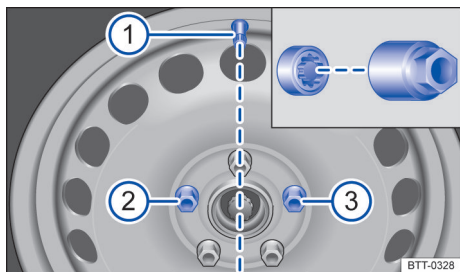

Fig. 242 Troca de roda: válvula do pneu ① e locais de instalação do parafuso de roda antifurto ② ou ③.
- Parafusar o parafuso da roda antifurto na posição → Fig. 242 ② ou ③.
- A calota integral da roda deve ser pressionada sobre o aro, de modo que o recorte da válvula se posicione sobre a válvula do pneu → Fig. 242 ①.
O parafuso de roda antifurto deve estar aparafusado em uma roda com calota integral na posição → Fig. 242 ② ou ③ em relação à posição da válvula do pneu ①. Do contrário, a calota integral não pode ser montada.
- Aparafusar o parafuso de roda antifurto com o adaptador na posição → Fig. 242 ② ou ③ no sentido horário e apertar *levemente*.